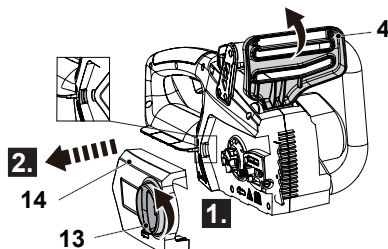

Fig. 1
2. Desatarraxar a roda de bloqueio (13) no sentido contrário ao dos ponteiros
do relógio e depois retirá-la juntamente com a capa da motosserra (14) (Fig. 1).